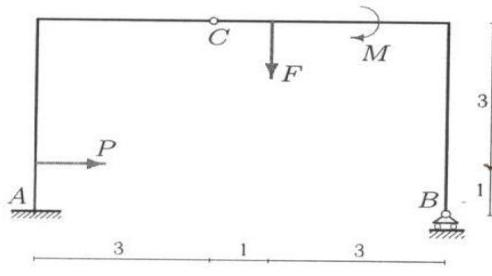

рис. 1
**Задача 1.** В точке  $A$  рама за-делана в неподвижное основание, а в точке  $B$  опирается на подвижный шарнир. Ча-сти рамы соединены шарни-ром  $C$  (рис. 1). К раме при-ложены горизонтальная си-ла  $P = 1$  кН, вертикальная  $F = 8$  кН и момент  $M = 4$  кНм. Размеры даны в метрах. Найти реакции опор.